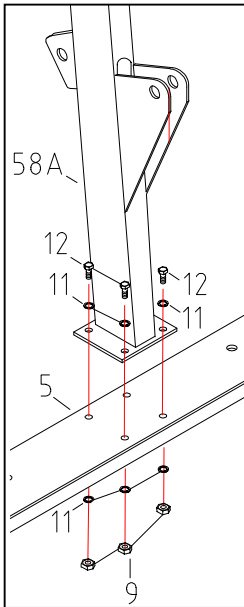

Abb. 3
Schritt 3 (Abb.3):
Richten Sie die 4 Löcher an der Unterseite des Masts (58#) mit denen des Fahrgestells (5#) aus. Montieren Sie die Unterlegscheibe (11#), die Schraube (12#) auf der einen Seite und die Mutter (9#) und die Unterlegscheibe (11#) und auf der anderen Seite des Fahrgestells (5#) in der in Abb. 3 gezeigten Reihenfolge. Ziehen Sie dann die Mutter (9#) fest.